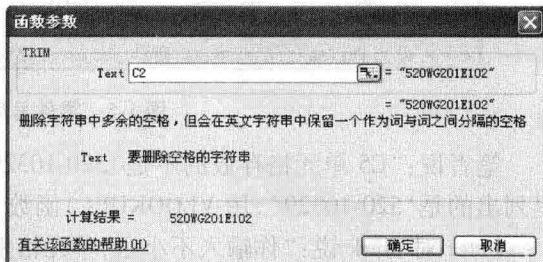

图 1-8 使用 TRIM() 函数去空格-4 步骤之 3
(3) 弹出“函数参数”对话框,在“Text”文本框中输入“C2”(或直接用鼠标选取 C2 单元格),如图 1-8 所示,单击“确定”按钮。